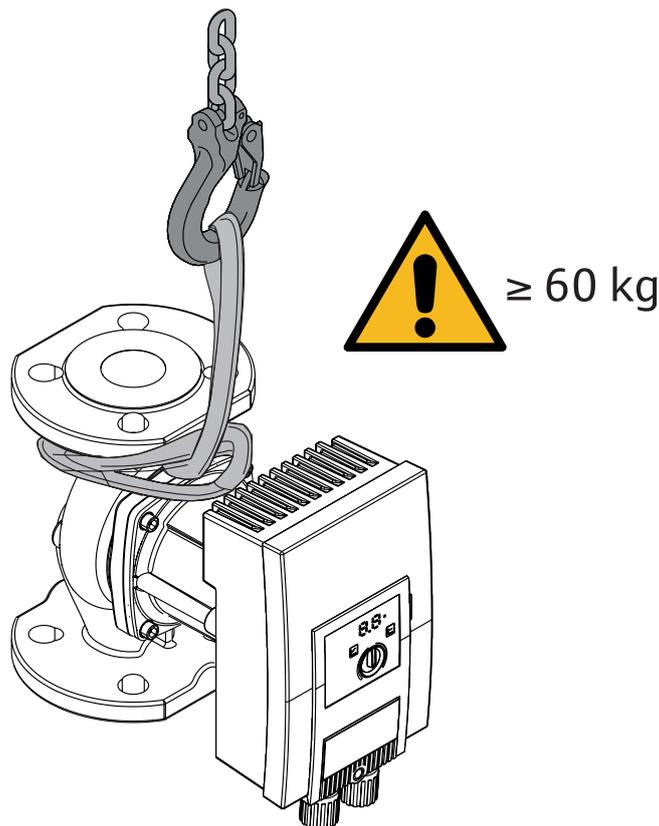

Fig. 3: Transport
- Soulever uniquement au niveau du moteur ou du corps de pompe → Fig. 3.